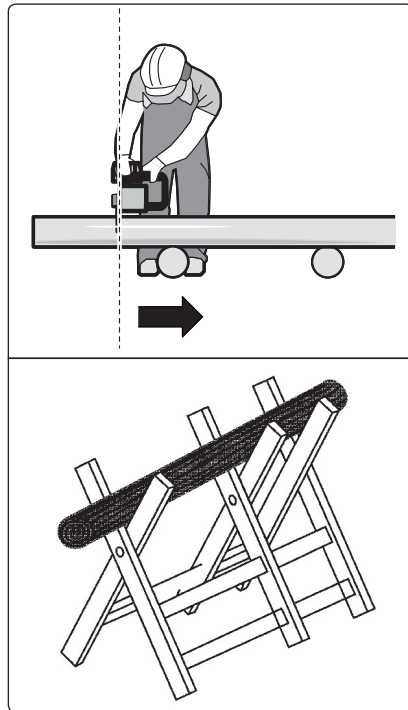

Abb. 5
1. Längere Holzstücke vor dem Schneiden so unterlegen, um die Schnitteinkelemmung zu verhindern. Kürzere Holzstücke mit einem Bock sichern oder spannen (Abb. 5).